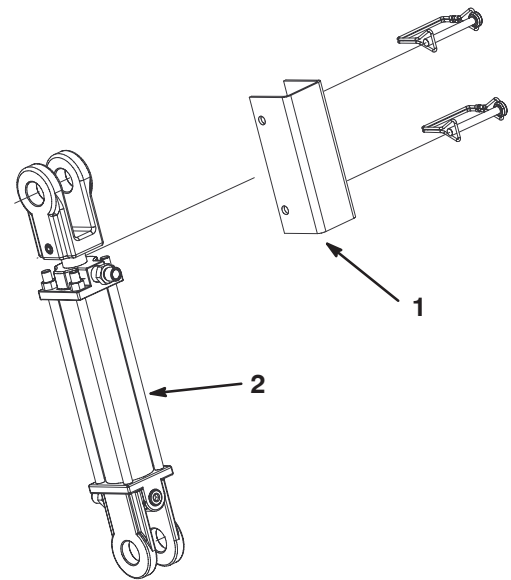

Bild 7
- Stellen Sie sicher, dass das Mähwerk angehoben ist, und dass die Laufräder beim Transport den Boden nicht berühren können. Stellen Sie auch sicher, dass die Zylindersperrstange (Bild 7) eingesetzt ist, damit der Hubzylinder nicht beim Transport komprimiert wird.